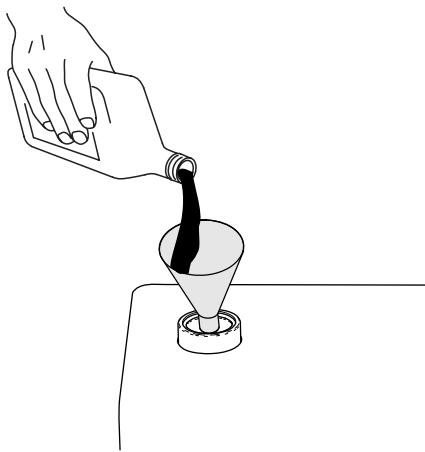

Figura 123
7. Si el nivel de fluido está por debajo de la marca inferior de la varilla, añada fluido hidráulico del tipo especificado al depósito (Figura 123). Repita los pasos 4 a 6 hasta que el nivel de fluido esté entre las 2 marcas de la varilla.